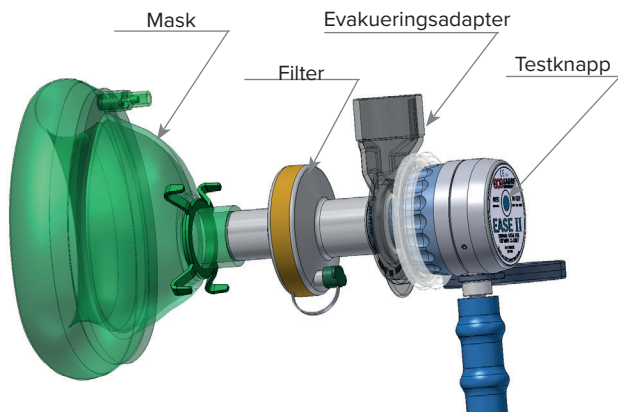
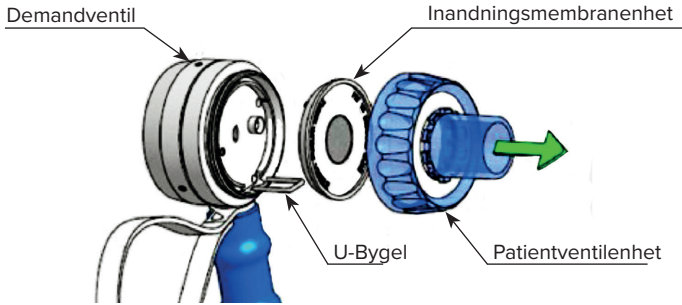

Bild. 1: Fastsättning av evakueringsadapter, mask och filter.
Bild. 2: Demandventilens delar
- Om evakueringsadapter i systemet, sätt fast den på demandventilen genom att pressa på den på patientventilen (se Bild. 1).
Välj lämplig mask, munstycke eller filter till patienten och anslut den till demandventilen genom att pressa den på det koniska ut taget med diameter 22 mm, som sitter på patientventilen (se Bild. 1).
De system som är försedda med en testknapp, kontrolleras genom ett lätt tryck på testknappen (bild. 1, bild. 2). Därvid skall ljudet av gas som flödar genom masken, eller munstycket höras. Efter det att testknappen har släppts, skall flödet stoppa.